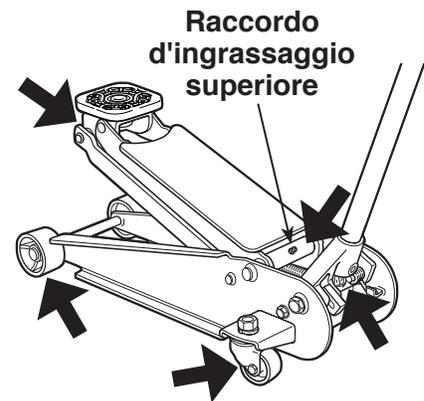

Figura 2
1. **Almeno una volta al mese**, lubrificare le parti mobili del martinetto (indicate da frecce nella Figura 2).